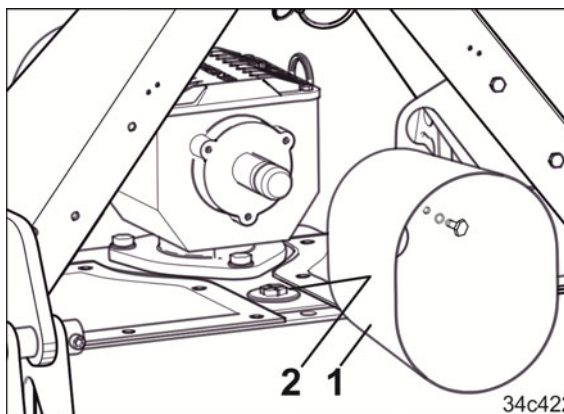

Рис. 181
2. Открутите защитный колпачок (Рис. 181/1).
3. Откройте герметизирующую пробку (Рис. 181/2).